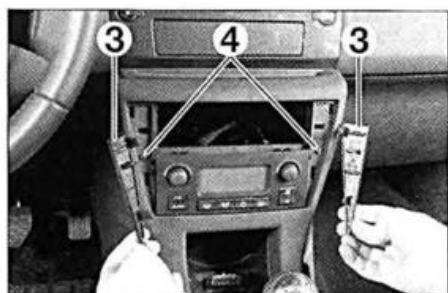

FIG. 6
- Desengrapar con precaución los embellecedores (3).
- Desmontar los dos tornillos de fijación (4) de la consola delantera de suelo (fig. 6).